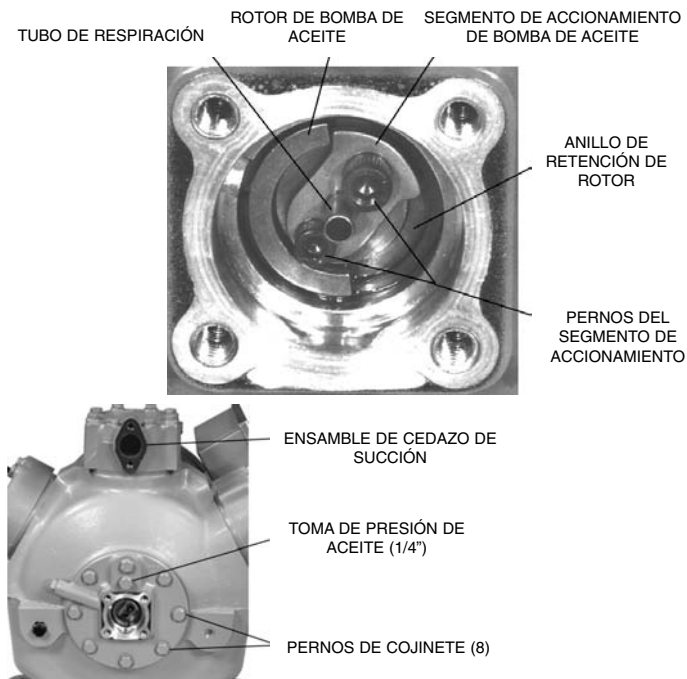
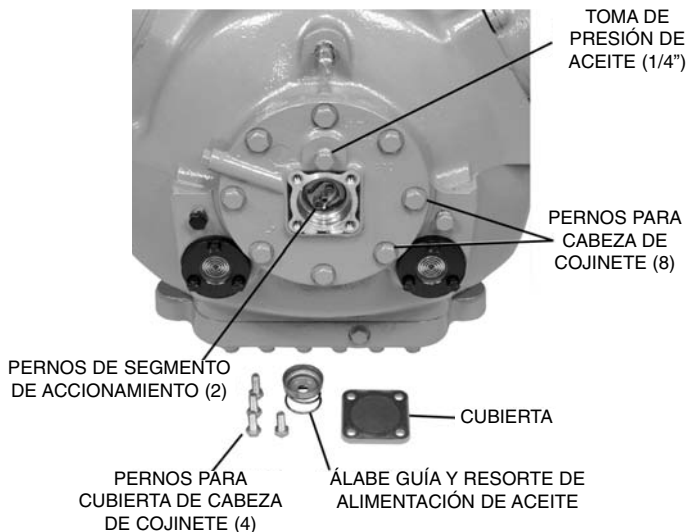

Fig. 6 – Cómo Retirar la Cabeza de Cojinete del Extremo de Bomba (Compresor 06D)
Fig. 7 – Cómo Retirar la Cabeza de Cojinete del Extremo de Bomba (Compresor 06E)
Existe una toma de presión de aceite en el ensamble de la cabeza de cojinete que se usa en todos los modelos 06D para refrigeración, los modelos 06D más nuevos para aire acondicionado y todos los compresores 06E, tanto para refrigeración como para aire acondicionado (Fig. 6 y Fig. 7).
1. a. Para desmontar, primero quite cuatro (4) pernos de la cubierta de la cabeza de cojinete y quite el álabe guía y el resorte de la alimentación de aceite.
- b. Retire los dos (2) pernos del segmento de accionamiento del extremo del cigüeñal (véase Fig. 6 y Fig. 7). **Estos pernos deben quitarse antes de poder desmontar la cabeza de cojinete.**
2. Retire los ocho (8) pernos que sujetan el ensamble de la cabeza de cojinete con el cárter. Retire el ensamble de la cabeza de cojinete estirándolo hacia adelante.
IMPORTANTE: El tubo de respiración de 1/4" debe apuntar en dirección opuesta al cigüeñal (véase Fig. 6).